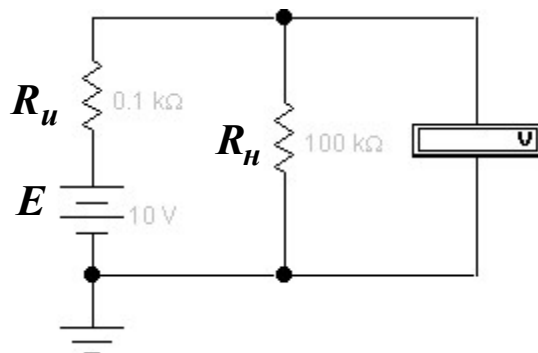

Рис. 2. Схема подключения вольтметра при непосредственной оценке
После включения вольтметра (при непосредственной оценке), имеющего внутреннее сопротивление R_V (рис. 2), напряжение на зажимах будет равно:
4. Собрать схему рис. 2. $R_V = 100 \text{ кОм}$. Установить E , R_u и R_n по вариантам